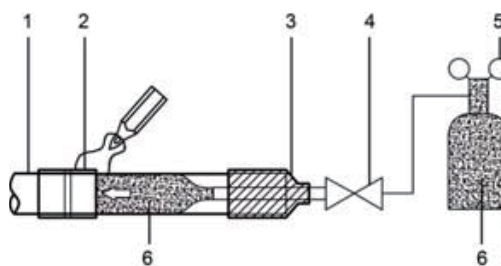

Figura 26
- Durante a soldagem, quando o tubo está cheio de nitrogênio, a pressão do nitrogênio deve ser reduzida para 0,02 MPa usando a válvula de liberação de pressão. Consulte a Figura 26